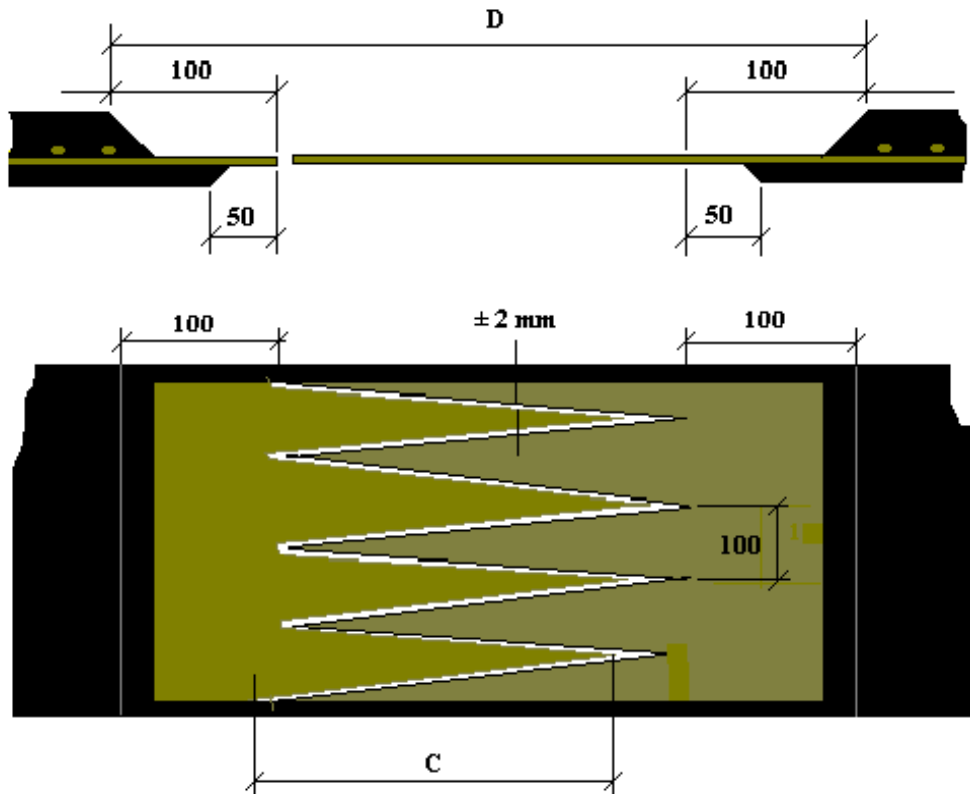

Figura 1: Diagrama esquemático de la estructura del empalme. Dimensiones en mm.
En la figura 1 encontrará un diagrama esquemático de la estructura del empalme. Las dimensiones correspondientes a las letras se encuentran en la tabla 1.
- Trace los dedos en el extremo de la banda de acuerdo con la tabla 1 y la figura 1 partiendo de la línea central de la banda.
- Alinee los dos extremos de la banda con aproximadamente 2 mm de distancia entre los dedos (ver figura 1).